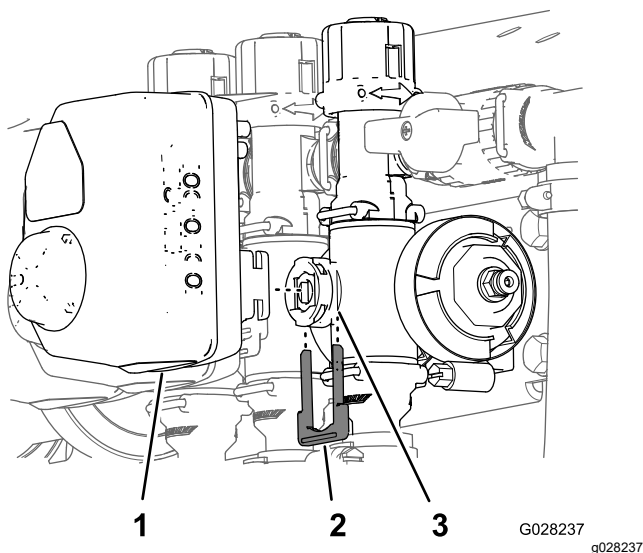

Figure 13
1. Retirez l'étrier qui fixe l'actionneur à la valve du collecteur pour la vanne de section ou la vanne d'agitation (Figure 13).
8. Montez les actionneurs retirés à l'opération Figure 13 sur la valve de collecteur à l'aide des fixations retirées précédemment.